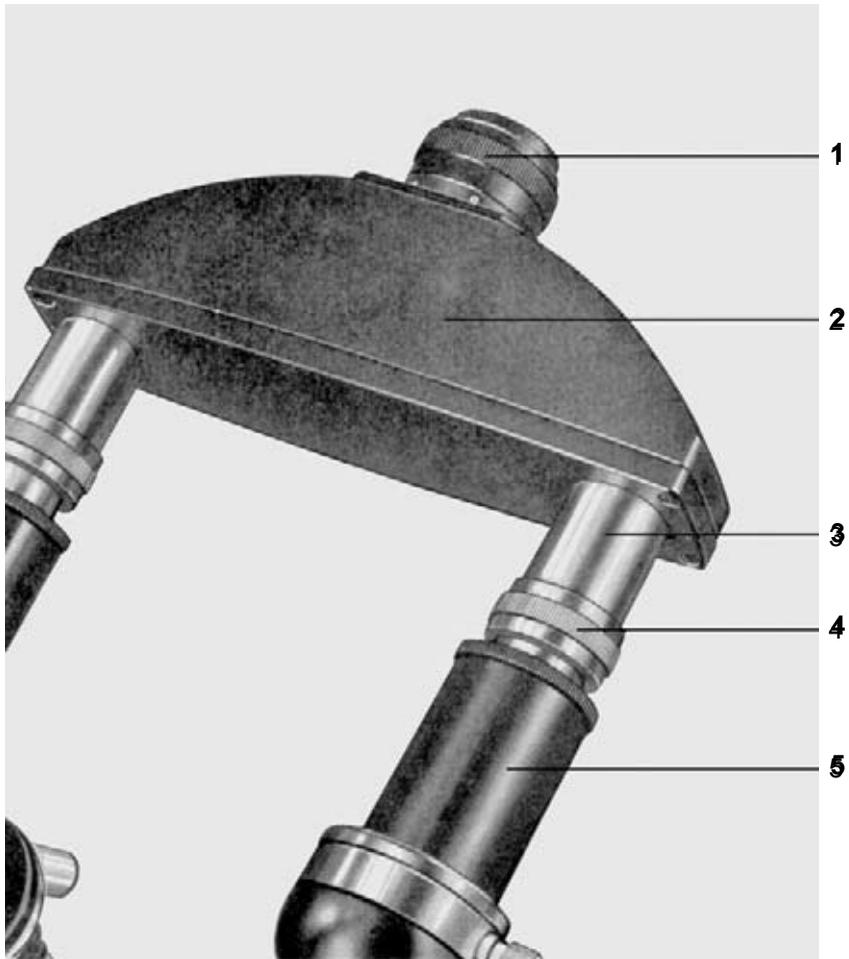

Bild 1. Vergleichsokular in Gebrauchsstellung
Das Vergleichsokular ist normal mit dem Tubusanschluß für Vergleichsokulare (3, 4 Bild 1) - Best.-Nr. 30 50 40 A - ausgerüstet und in dieser Ausrüstung für monokulare Schräg- und gerade Tuben mit Steckdurchmesser 23,2 mm benutzbar. Damit das Vergleichsokular mit dem „Polmi A“ auch im konoskopischen Strahlengang zu benutzen ist, läßt sich der Tubusanschluß gegen den auf besondere Bestellung lieferbaren Tubusanschluß Pol für Vergleichsokular austauschen. Mit diesem Tubusanschluß kann man das Vergleichsokular an den monokularen geraden Tubus Pol Unterteil 98 mit monokularem geradem Tubus 30/22 ansetzen (Bild 3). Es ist für auffallendes und durchfallendes Licht in gleicher Weise anwendbar. Folgende Handgriffe sind für den Aufbau notwendig:
1. Okulare aus dem Tubus nehmen, Klemmring (4 Bild 1) so auf die Tuben schieben, daß die Aufnahme für die geschlitzten Tubusanschlüsse (3) am Vergleichsokular nach oben zeigt, und Okulare wieder einsetzen.
3. Klemmringe (4) hochziehen, bis sie über die geschlitzten Enden der Tubusanschlüsse (3) am Vergleichsokular greifen.
4. Trennlinie im Sehfeld des Vergleichsokulars mittels Stellrings am Einblickstutzen (1) scharf einstellen.